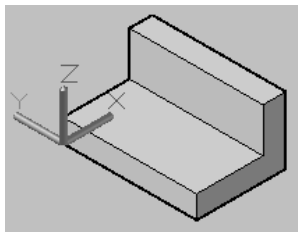

图 9-86 原始实体模型
(1) 打开随书光盘中“CH9”文件夹中的“BD_倾斜面.dwg”文件, 该文件中包含的实体模型如图 9-86 所示。